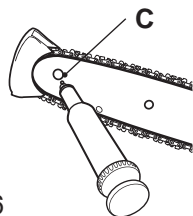

Fig.36
- > Utilisez un pistolet de graissage jetable; insérez la pointe dans le trou de graissage [C] et injectez l'huile jusqu'à ce qu'elle déborde du trou du pignon (Fig.36).